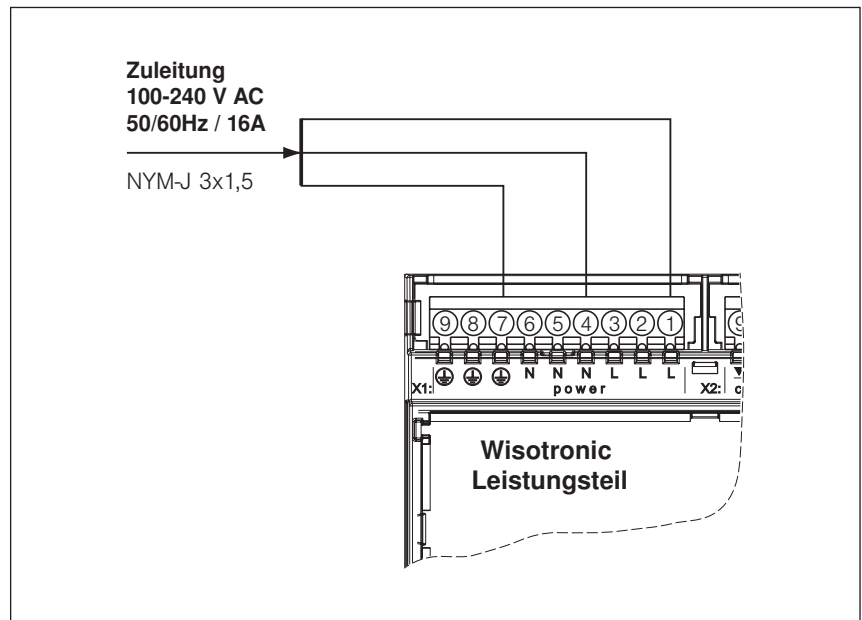

Abb. 19 Anschluss der Spannungsversorgung
6.3.2 Spannungsversorgung	Abb. 19 auf Seite 39